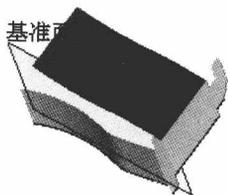
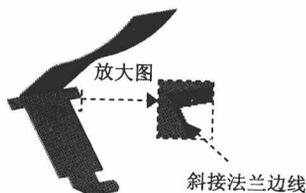
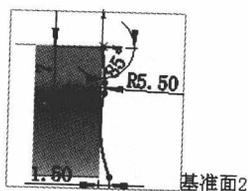

图 1.13 斜接法兰 2
图 1.14 斜接法兰边线
图 1.15 横断面草图
(4) 单击  按钮，完成斜接法兰 1 的创建。
Step5. 创建图 1.13 所示的钣金特征——斜接法兰 2。
(1) 选择命令。选择下拉菜单  →  →  斜接法兰 (M)... 命令 (或单击“钣金”工具栏上的“斜接法兰”按钮 )。
(2) 定义法兰边线。选取图 1.14 所示的边线为斜接法兰边线。
(3) 定义特征的横断面草图。
① 定义横断面草图。在草图环境中绘制图 1.15 所示的横断面草图。
② 选择下拉菜单  →  退出草图 命令，退出草图环境，此时系统弹出“斜接法兰”对话框。
(4) 定义斜接法兰参数。定义法兰位置：在  区域中，单击“折弯在外”按钮 。其他采用默认设置值。
(5) 单击  按钮，完成斜接法兰 2 的创建。